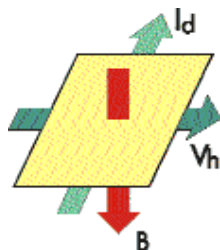

Рис. 6
Когда тонкий полупроводник (рис. 6) располагается под прямым углом к магнитному полю (B) и на него подается ток (I_d), на концах полупроводника возникает напряжение (V_h). Это напряжение известно как напряжение Холла, в честь американского ученого Эдвина Холла, который первым открыл данное явление.